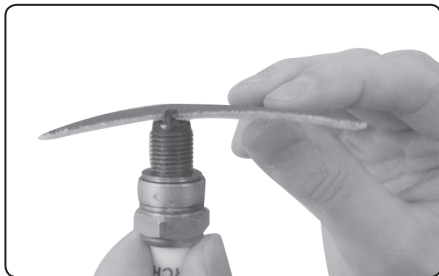

Abb. 11
- Falls die Elektroden der Zündkerze verschmutzt sind, schleifen Sie sie mit Schleifpapier oder einer Drahtbürste ab (siehe Abb. 11).